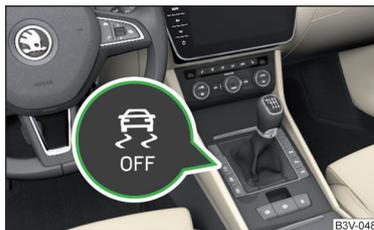

Abb. 263
- ▶ Die Taste  » Abb. 263 gedrückt halten.
› Die Taste  » Abb. 263 drücken.
› Die Taste  » Abb. 263 auf Seite 225 drücken.